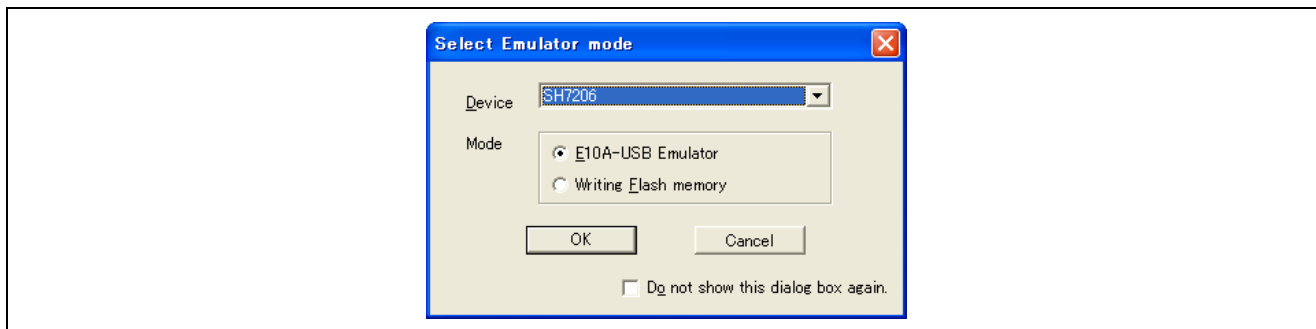

図4 [Select Emulator mode]ダイアログボックス
(8) 図 4に示す[Select Emulator mode]ダイアログボックスが開きますのでご使用のCPU(本例ではSH7206)をドロップダウンリストボックスから選択し、[OK]ボタンを押してください。